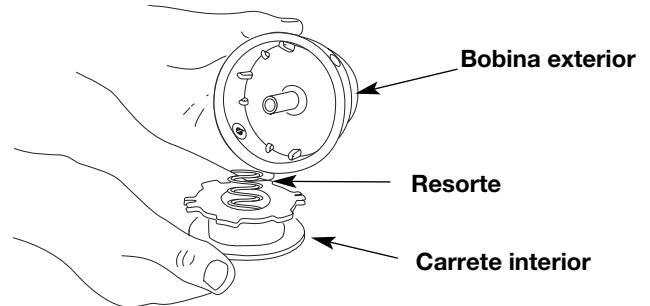

Fig. 16
2. Saque el carrete interior de la bobina exterior (Fig. 16).
3. Saque el resorte del carrete interior (Fig. 16).
2. Saque el carrete interior viejo de la bobina exterior (Fig. 16).
3. Saque el resorte del carrete interior viejo (Fig. 16).